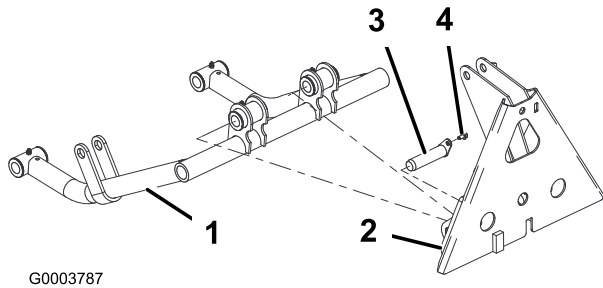

図 7
2. ピン・アセンブリ2個を使って、プッシュ・アームのチューブをアダプタ・プレートに固定する。タップねじ2本を使って、ピン・アセンブリをアダプタ・プレートに固定する。各コンポーネントは 図 7 のように組み付ける。